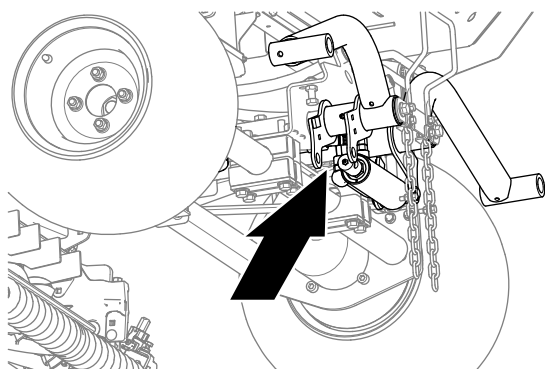

Figura 11
1. Coloque un recipiente debajo de los acoplamientos hidráulicos del cilindro izquierdo (Figura 11).